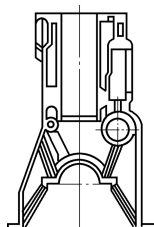

图 1-33 龙门式气缸体
- 2) 龙门式指底平面下沉到曲轴轴线以下的机体, 如图 1-33 所示。